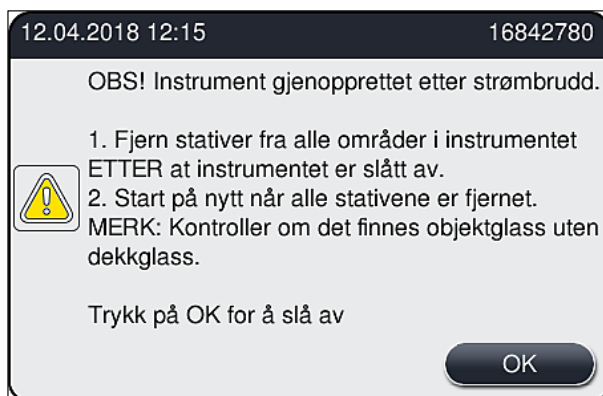

Fig. 108
- Etter at strømforsyningen har blitt gjenopprettet, utfører apparatet automatisk en omstart. Brukeren underrettes om strømbruddet via en informasjonsmelding (→ Fig. 108) på skjermbildet, og hendelsen angis i hendelsesloggen.
- ① Etter at strømforsyningen har blitt gjenopprettet, starter apparatet automatisk på nytt. Et advarsellydsignal høres, og en varselmelding vises på displayet (→ Fig. 108).
Følg deretter anvisningene i informasjonsmeldingen (→ Fig. 108) og fjern objektglassene fra apparatet.